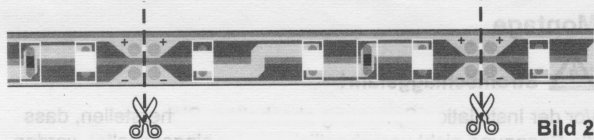
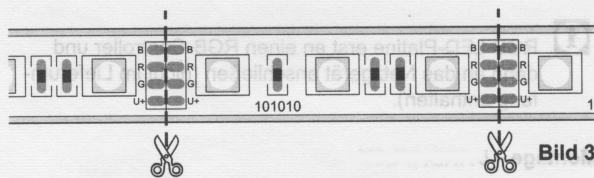

Bild 2
Bild 3
LED-Platinen können jeweils nach drei LEDs getrennt werden (Bild 2+3).
1. LED-Platine an der markierten Stelle durchschneiden (Bild 2 einfarbig, Bild 3 RGB).